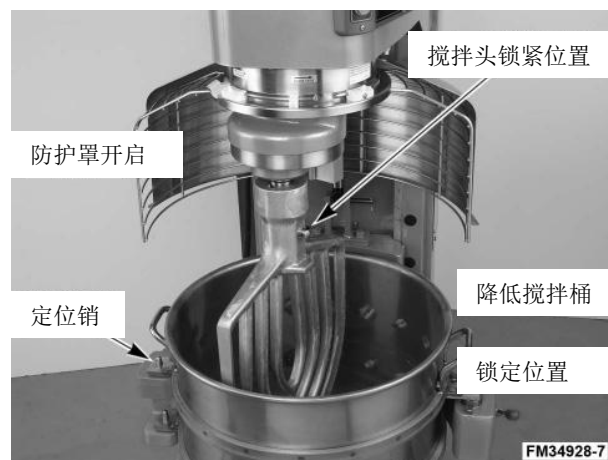

图5
3. 旋转搅拌桶至支架上的锁定位置（图5）。
3. 将搅拌头插入转轴直至锁紧位置（图5）。